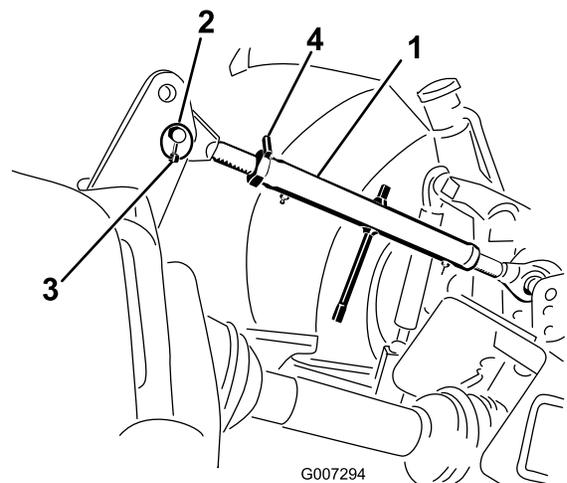

Bild 8
- Stecken Sie den Oberlenker in das untere Loch in der Halterung und befestigen Sie ihn mit dem Steckstift und Klapstecker (Bild 8).
3. Drehen Sie den Oberlenker, um den Lenker festzuziehen. Stellen Sie ihn ein, bis die Vorderseite des Aerifiziererrahmens 90 Grad von der Horizontalen ist (Bild 8).